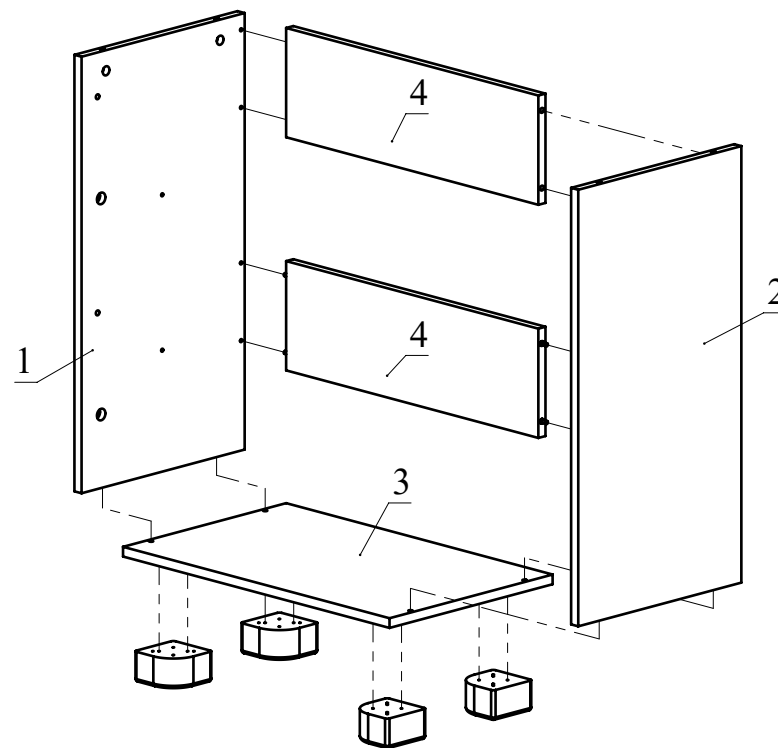

Рис. 4
4. Соедините детали 1 и 2 с деталями 4, затяните головки минификсов (Рис. 4).
5. Конфирматами скрепите детали 1, 2 с деталью 3 (Рис. 4).
6. Шурупами 4x25 прикрутите опоры к детали 3 (Рис. 4).